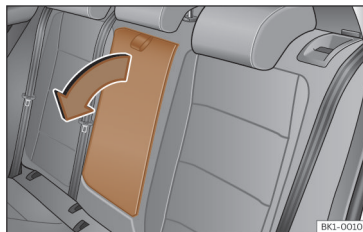

Fig. 97 Accoudoir central arrière rabattable (représentation schématique).
- Pour *abaisser* l'accoudoir, tirez sur la boucle dans le sens de la flèche >>> **fig. 97**.